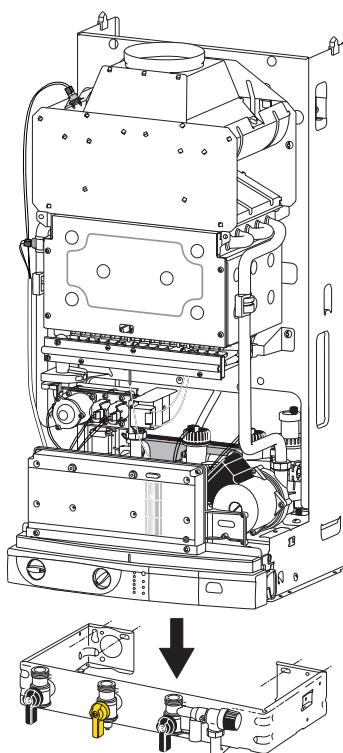

Fig. 8
- présenter la chaudière au dessus de la barrette, la laisser descendre en appui sur celle-ci (fig. 8), les pattes d'accrochage sont destinées à éviter le basculement de l'appareil